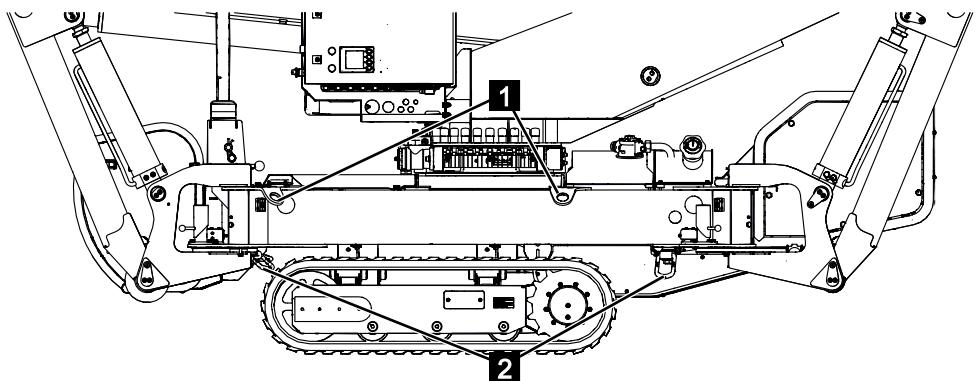

Abb. 60
- Die Maschine muss mit Sicherheitsgurten oder Sicherheitsketten an den dafür vorgesehenen Lastböcken (Abb.60/1 oder 2) mit dem Transportmittel verankert werden